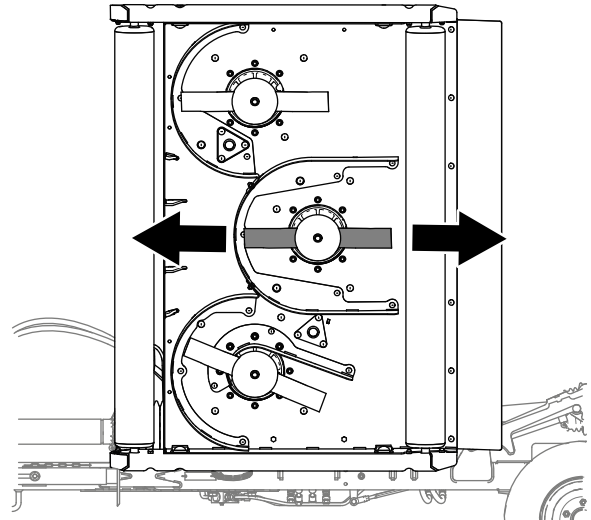

Figure 72
- Pour chaque plateau de coupe dont vous réglez l'inclinaison, alignez la lame centrale comme illustré à la Figure 72.